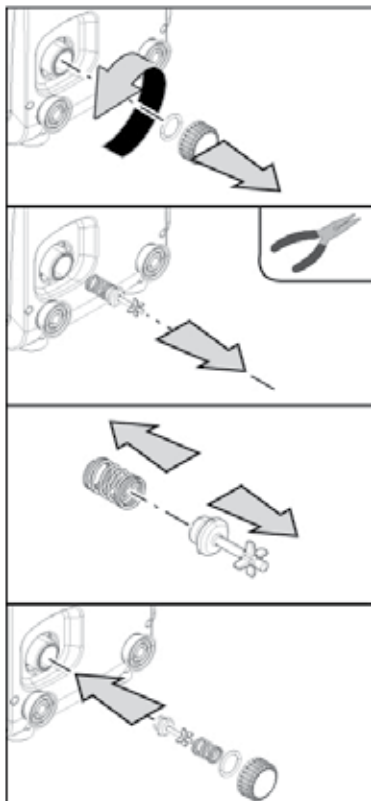

Fig. 18
3. ta oavsett bort avtappningspluggen på sidan E. Se till att O-ringen inte kommer bort (Fig.18);